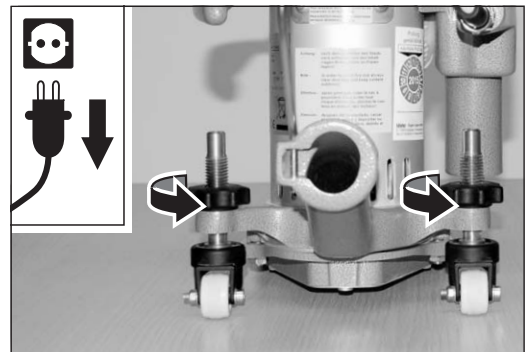

Abb. 72 Die Kontermuttern der Lenkrollen lösen.
2 Lösen Sie die Kontermuttern der Lenkrollen (Abb. 72). Wenn die Kontermuttern zu fest angezogen sind, können Sie mit einem Torxschlüssel (T 25) die Lenkrollenachsen gegen den Uhrzeigersinn drehen und somit die Kontermuttern lösen.
- 2 Entfernen Sie die Kontermutter der Lenkrolle (Abb. 72).